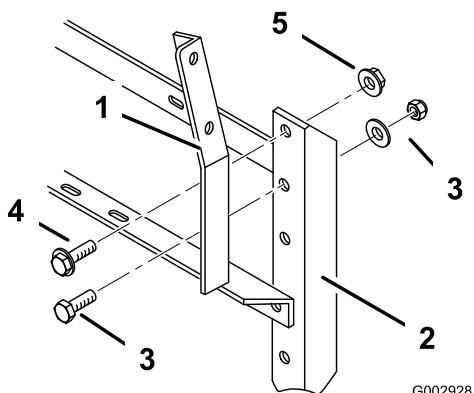

Figura 9
- Sulle macchine con numero di serie 260000001 o superiore, e sulle macchine con barre coperte o prive di barre, montate la staffa di supporto della scatola di comando sul telaio della barra posteriore, a destra (Figura 9), usando la bulloneria a corredo, un bullone a testa flangiata (1/2 x 1/2 poll.) e un dado flangiato (1/2 pollice).